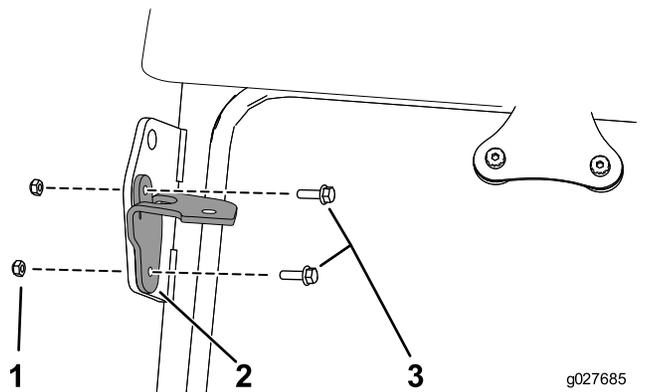

Рисунок 2
1. Закрепите правое крепление на передней правой точке подъема кабины с помощью двух болтов (M6) и двух гаек (Рисунок 2).
2. Закрепите левое крепление на передней левой точке подъема кабины с помощью 2 болтов (M6) и 2 гаек (Рисунок 2).